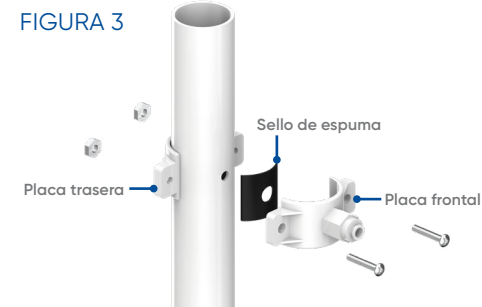

FIGURA 4
3. Desliza la placa frontal en un extremo de la manguera roja de PE e insértala en el orificio perforado aproximadamente 0.6" (Figura 4).